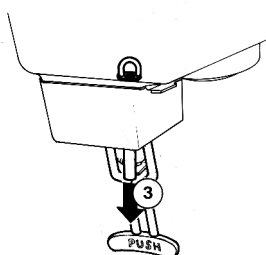

Bild 11
- 3 - Schlauchende ziehen (3) bis der Schlauch einwand frei sitzt (Bild 11).